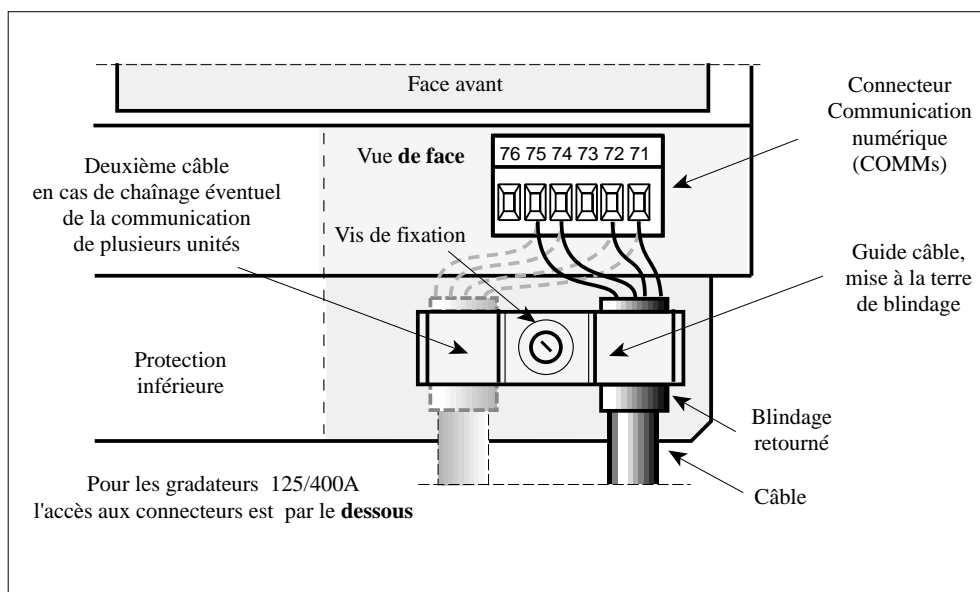

Figure 3-21 Disposition des bornes standard de communication pour les calibres 125/400A
- **de droite à gauche** pour les calibres de 125A à 400A (voir figure 3-21).